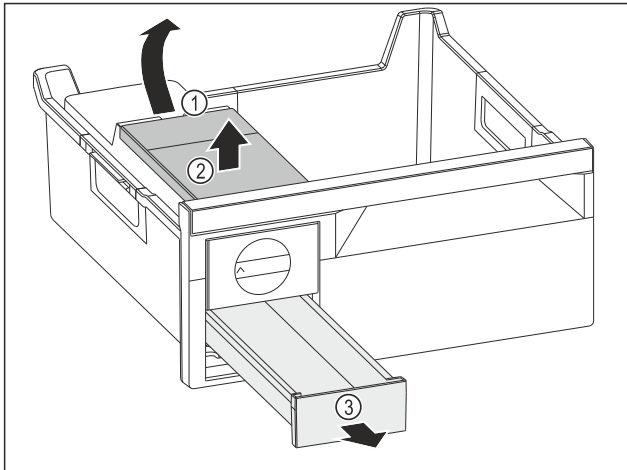

Fig. 196
- Scoaterea rezervorului de apă: Ridicați rezervorul de apă de la degajare Fig. 196 (1).
- Scoateți rezervorul de apă Fig. 196 (2) în sus.
- Scoateți sertarul pentru cuburi de gheață Fig. 196 (3) spre înainte.